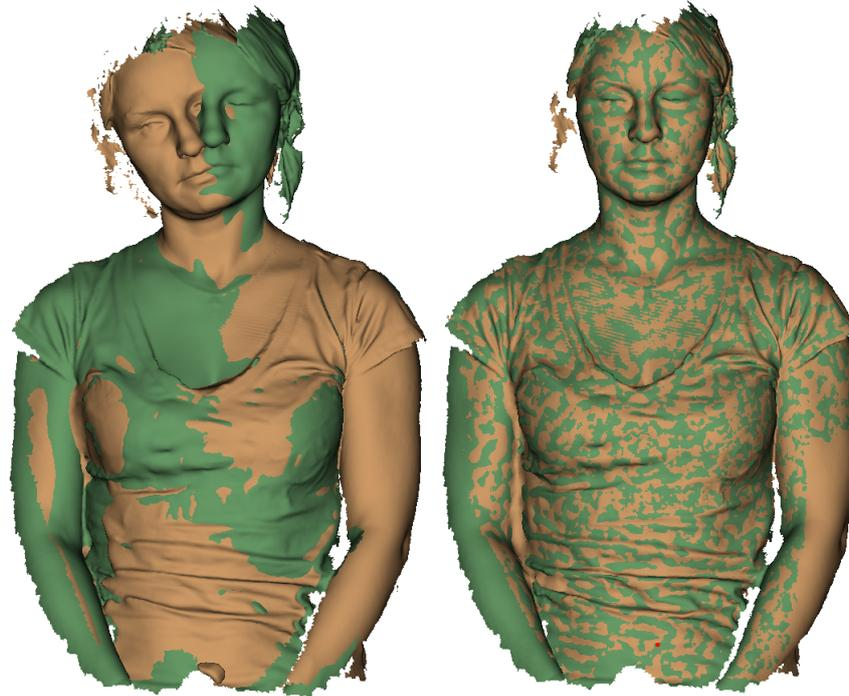

Abbildung 75: Zwei Modelle nach starrem (links) und nicht-starrem (rechts) Ausrichten.
Sinn des Algorithmus ist die Prozessierung sogenannter nicht-starrer Objekte, deren Form sich während des Scannens ändert (z.B. Modelle von Tieren oder Menschen – siehe Abb. 75, links). Daran denken, dass die von Artec Studio als Ergebnis produzierte Oberfläche von der des aktuellen Modells abweichen kann.
5. Auf *Ausrichten...* klicken. Der Algorithmus richtet Modelle aus, indem eines der beteiligten Modelle deformiert wird (siehe Abb. 75, rechts). Bei nicht zufriedenstellenden Ergebnissen auf  klicken und zusätzliche Punkte-Paare spezifizieren oder die aktuellen Paare neu positionieren.